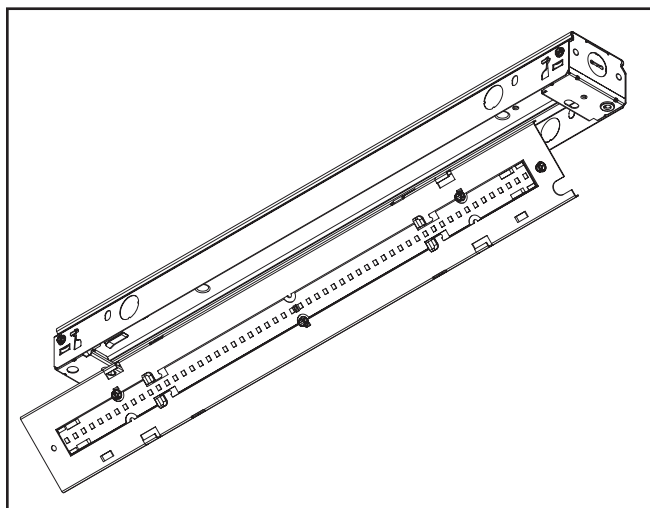

Figura 1.
1. Arme la base de la luminaria y mantenga la cubierta del canal separada para simplificar la instalación. (Figura 1.)